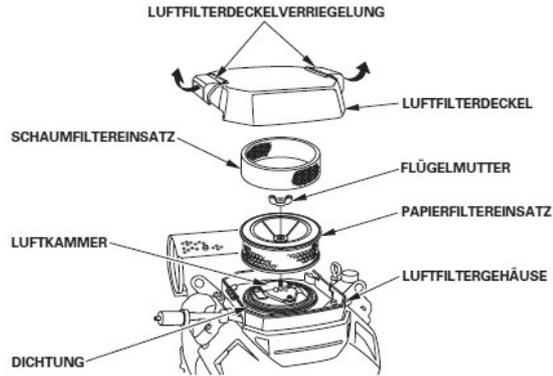

Abb. 29: Filtereinsatz, Modelle PG 1200 X-TEA, PG 1200 X-TEA-54
**6 : 1-Untersetzungsgetriebe:** Das empfohlene Öl bei waagrecht liegendem Motor einfüllen, bis es aus der Kontrollschraubenbohrung herauszufließen beginnt (s. Abb. 29).